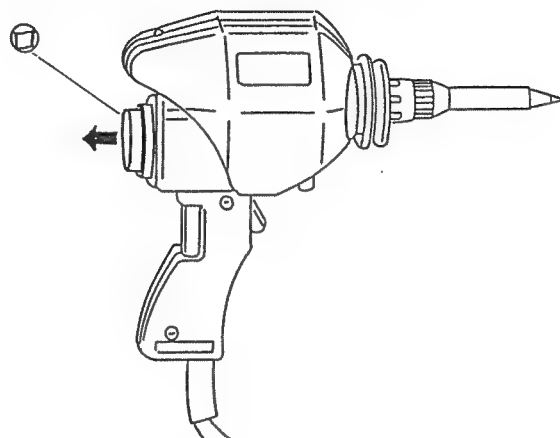

図15
2. コンデンサ②を図15のように矢印の方向へ引き出します。
3. 他のコンデンサ（オプション）と交換し、キャップ①を締めて完了します。